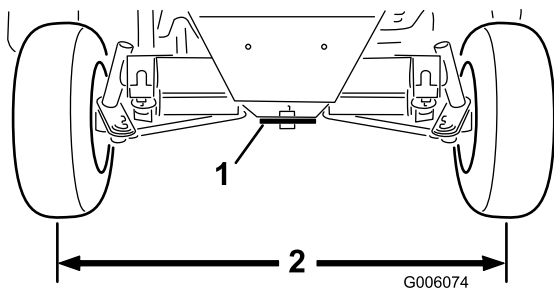

Figura 58
2. Afloje las contratueras de ambas bielas. Ajuste las bielas hasta que la distancia de centro a centro entre las ruedas traseras, por delante y por detrás, sea la misma (Figura 58).